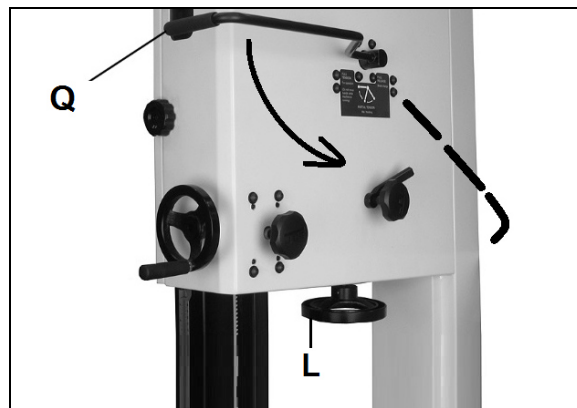

Рисунок 29
Ослабьте натяжение полотна, поворачивая рычаг быстрого натяжения полотна (Q, рис. 29) и вращая маховик натяжения полотна (L).